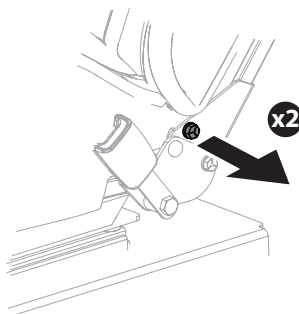

Figura 9
- Retire los dos tornillos (uno derecho, uno izquierdo) que aseguran el asiento en posición de envío (Figura 9).